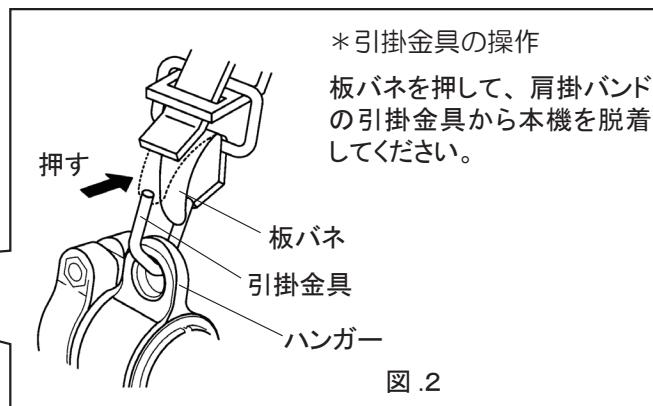

図.2
- ② 図.2のように、肩掛けバンドの引掛け金具を本機のハンガーに引っ掛けてください。
- ③ 刈払機を身体の右側に吊り下げ、刈刃が地面と平行になるようにバンドの長さを調整してください。